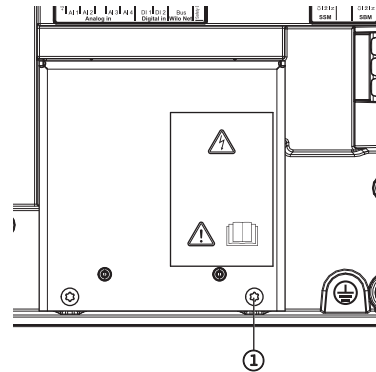

Fig. 114: Tôle de protection de compatibilité électromagnétique
4. Desserrer les vis de la tôle de protection de compatibilité électromagnétique (Fig. 114, pos. 1) et retirer la tôle de protection.